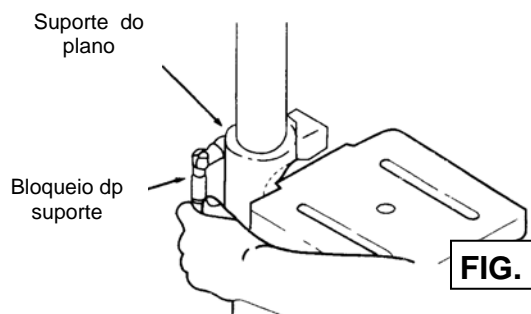

**FIG. 6**
35. Coloque de novo a união da coluna. Aperte o parafuso de regulação na união com a chave hexagonal L de 3mm. Para fazer que a cremalheira se deslize quando o plano se move para a direita ou para a esquerda à volta da coluna, a união deve-se colocar livremente na cremalheira e não deve estar em ângulo respeito à coluna. Aperte o parafuso de regulação o suficiente para manter a união na sua posição, de outro modo poderia partir-se por uma pressão excessiva (**Fig. 6**).
36. Controle que a união da coluna esteja regulada adequadamente. A união não deve estar em ângulo respeito à coluna e deve ser colocada de maneira que a cremalheira possa deslizar-se livremente quando o plano se gira 360° à volta da coluna. Uma vez feitos os ajustes, aperte o parafuso o suficiente para manter a união na sua posição (**Fig. 6**).